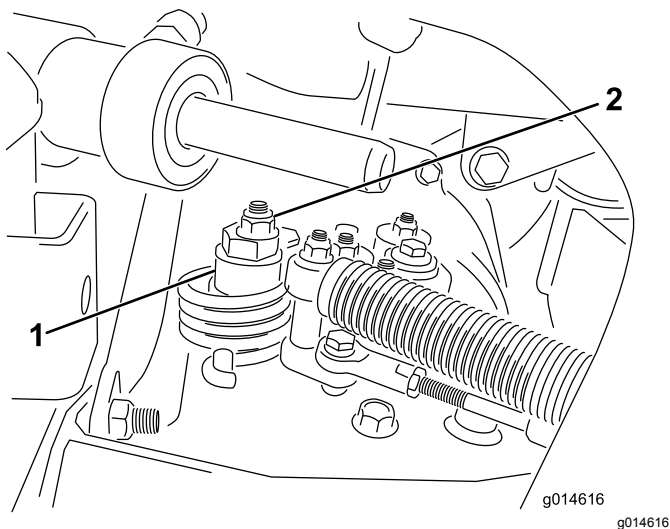

Рисунок 47
- A. Ослабьте гайку крепления эксцентрика к верхней части гидростата (Рисунок 47).
- C. Поворачивайте эксцентрик до тех пор, пока не прекратится медленное вращение колеса в любом направлении. Когда колесо перестанет вращаться, затяните гайку, которая фиксирует эксцентрик и регулировку (Рисунок 47). Проверьте регулировку в положениях дроссельной заслонки Slow («Медленно») и Fast («Быстро»).